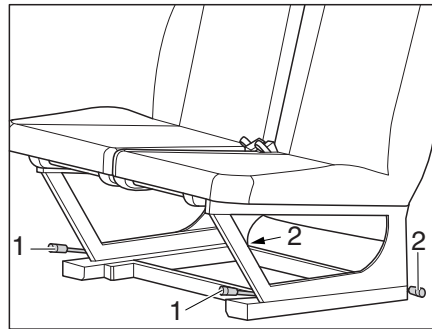

Bild 10 Sitzbank einbauen
- Beide hinteren Verriegelungshebel (Bild 10,2) herausziehen und mit Rastbolzen blockieren.
- Beide vorderen Verriegelungshebel (Bild 10,1) in obere Position bringen.
- Vordere Verriegelungshebel (Bild 10,1) nach unten drücken.
- Prüfen, ob die vorderen Verriegelungshebel (Bild 10,1) in den Sicherungshebel (Bild 10,2) einrasten.
- ▷ Sicherstellen, dass beide vorderen Verriegelungshebel (Bild 10,1) vollständig verriegelt sind.